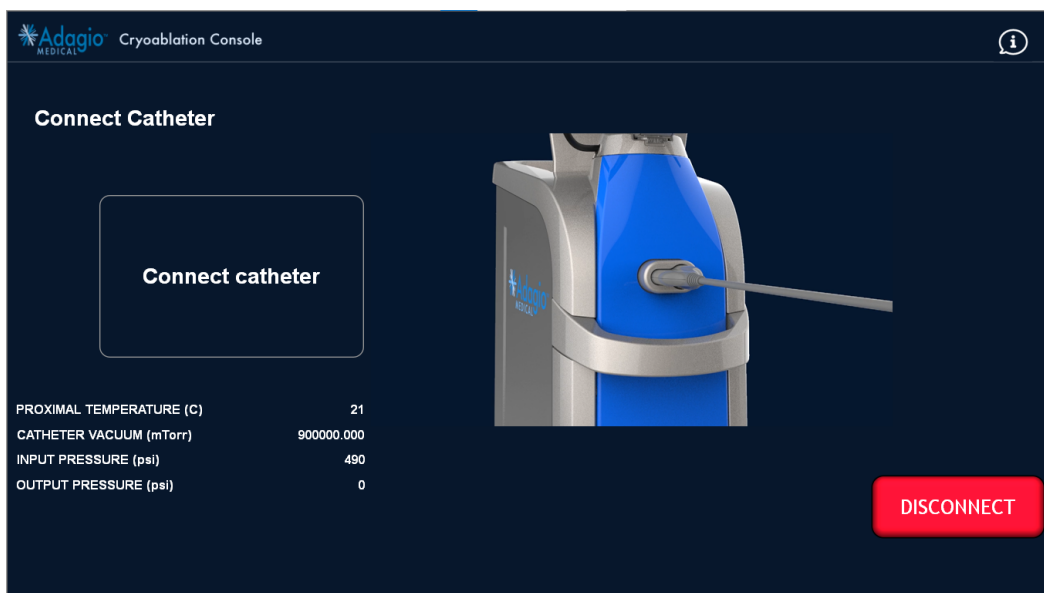

Abbildung 84 – Bildschirmanzeige: Aufforderung zum Anschließen des Katheters
6. Den Katheter wie auf dem Bildschirm dargestellt (Abbildung 84) anschließen. Lässt sich der Katheter nicht anschließen, auf die Schaltfläche „DISCONNECT“ (Trennen) drücken.